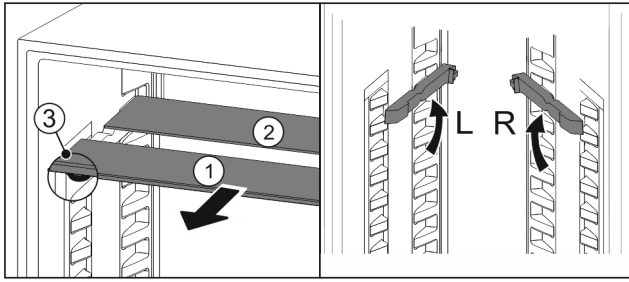

Fig. 110
- ▶ 将玻璃隔板逐个向前拉出 Fig. 110 (1)。
- ▷ 带装饰条的玻璃隔板 Fig. 110 (1)在前。
- ▷ 阻挡装置 Fig. 110 (3)指向下方。